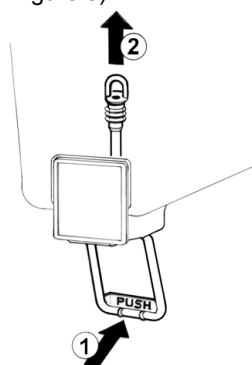

figure 3
- 5 **Robinet avec tube en caoutchouc:** pousser (1) le levier de débit robinet et défiler (2) le tuyau robinet de son siège sur le fond du réservoir (voir figure 3).